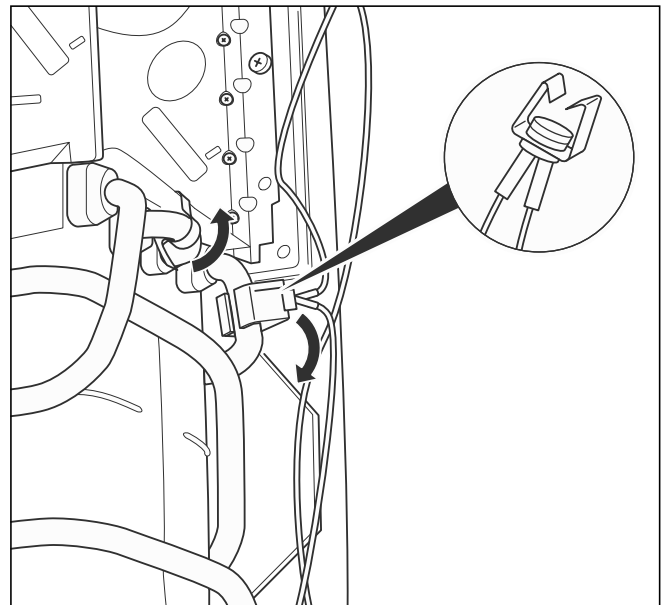

Fig. 7.2 Desmontaje del limitador de temperatura de seguridad
- Extraiga el limitador de temperatura de seguridad que se encuentra fijado con una sujeción en el serpentín del aparato (Fig. 7.2).